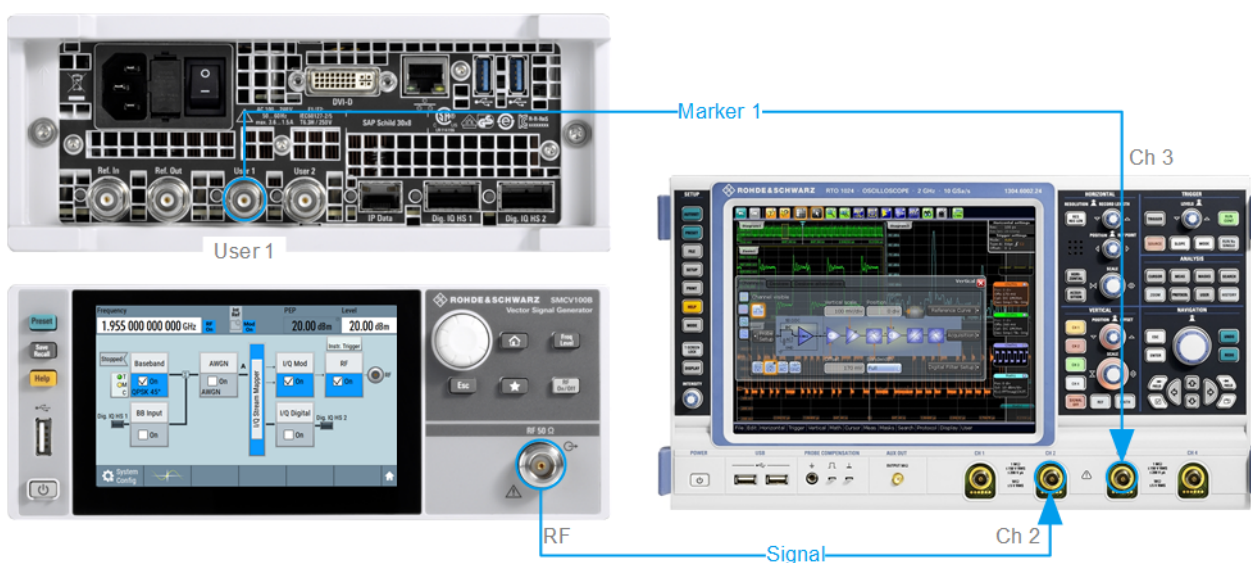

Рис. 3-12: Упрощенное представление схемы измерения для контроля сигнала**
3. Используйте подходящий кабель для соединения разъема "User" 1 прибора R&S SMCV100B с контролирующим прибором, например, осциллографом R&S®RTO. См. рис. 3-12.